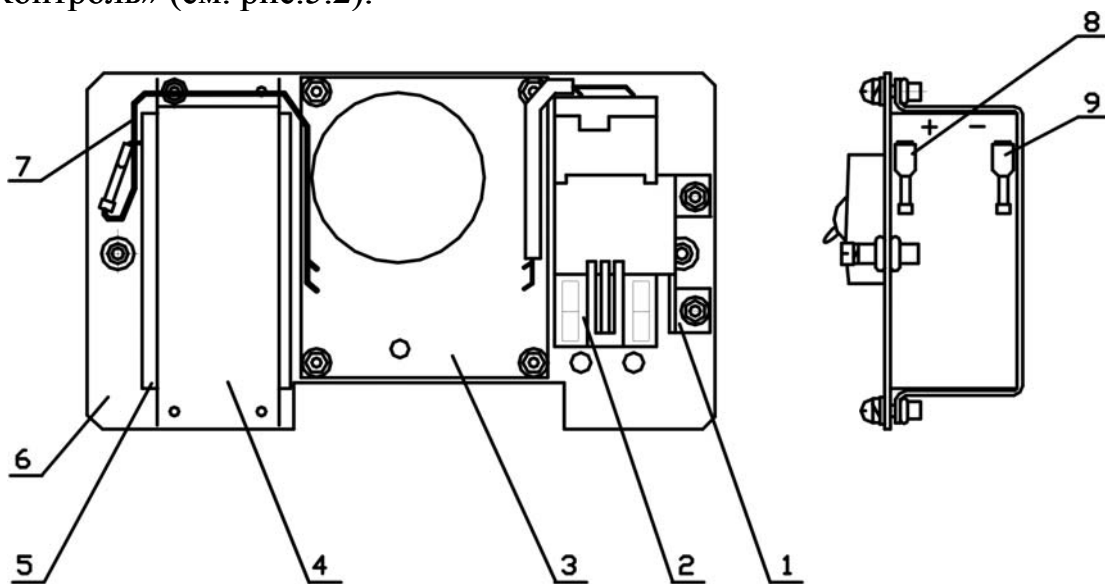

Рис.5.4
(для крепления сетевых проводов), повернув винты на несколько оборотов против часовой стрелки. Выкрутить невыпадающие винты крепления шасси. Пропустить сетевой кабель внутрь ББП через соответствующий ввод и ввести проводники сетевого кабеля отверстия зажимных контактов защитного устройства 2 (см. рис.5.4). Закрепить проводники сетевого кабеля с помощью винтов (под защитной крышкой). Проверить надежность закрепления проводников сетевого кабеля и убедиться, что «зачищенный» участок проводников не выходит за пределы корпуса защитного устройства 2. Надежно соединить наконечник красного цвета 8 с «+» выводом АКБ. Установить шасси в корпус ББП и закрепить его невыпадающими винтами. Приступить к выполнению п.5.5.
5.4 Выкрутить невыпадающие винты крепления шасси. Извлечь шасси из корпуса ББП. Вид шасси с тыльной стороны показан на рис. 5.4.
На рис. 5.4 обозначено: «1» - скоба крепления устройства защиты; «2» - устройство защиты от поражения электрическим током; «3» - электронный модуль; «4» - АКБ (аккумуляторная батарея); «5» - скоба крепления ББП; «6» - шасси; «7» - кабель для подключения АКБ; «8» - клемма «+» АКБ; «9» - клемма «-» АКБ.